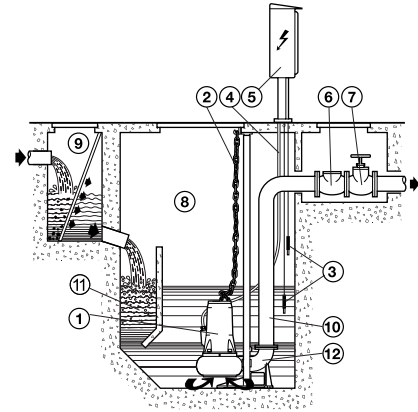

Abb. 6
- fest, mit Elektropumpe positioniert auf dem Stützfuss, festgemacht am Boden des Abflussschachtes oder Sammelbeckens (Abb.6).
### 5.2.2 FESTE INSTALLATION MIT AUTOMATISCHER ANKUPPLUNG AUF DEM STÜTZFUSS (ABB. 6)
Während des Betriebs sollte die Elektropumpe vollständig in der angepumpten Flüssigkeit eingetaucht sein. Für die Elektropumpen ohne integrierten Schwimmerschalter ist die Installation eines Kontrollsystems, mittels Sonde (Abb. 6), oder anderer Apparaturen, welche das Minimalniveau der Flüssigkeit garantieren und welche die Elektropumpe gegen einen Trockenlauf schützenden, erforderlich.